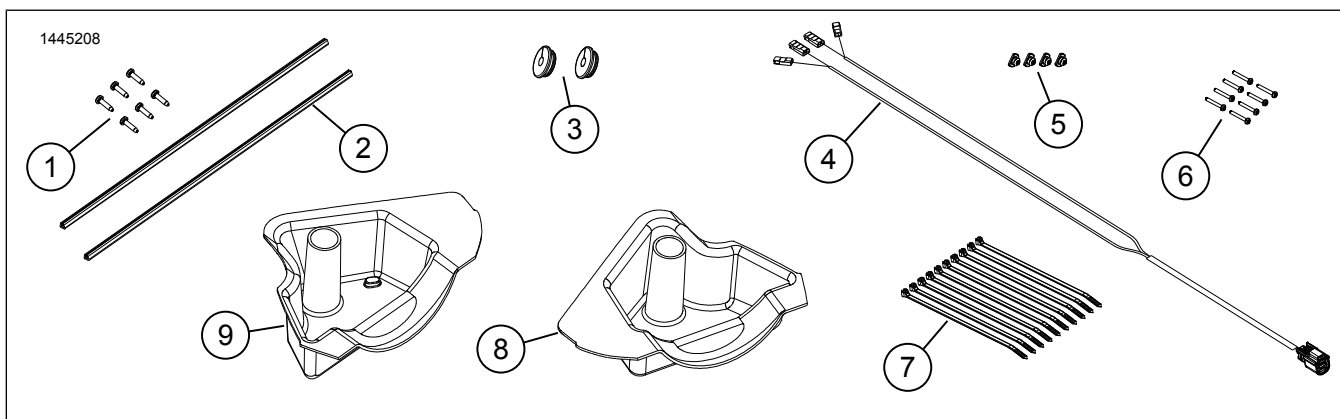

Figura 14. Piezas de repuesto, altavoces del fuselaje inferior
14. Consulte la Figura 14. Instale la arandela aislante de caucho (3) en el agujero perforado.
6. Consulte la Figura 14. Coloque [351B] del arnés de cables del altavoz (4) en: